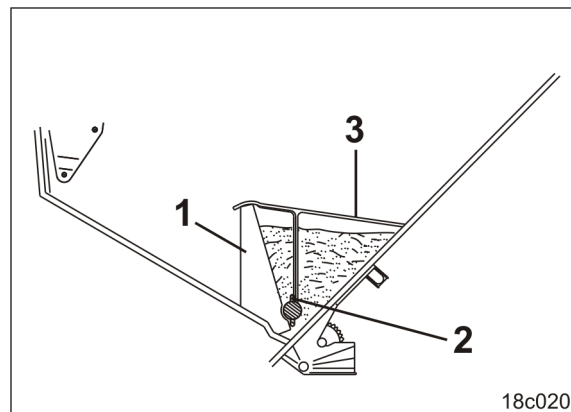
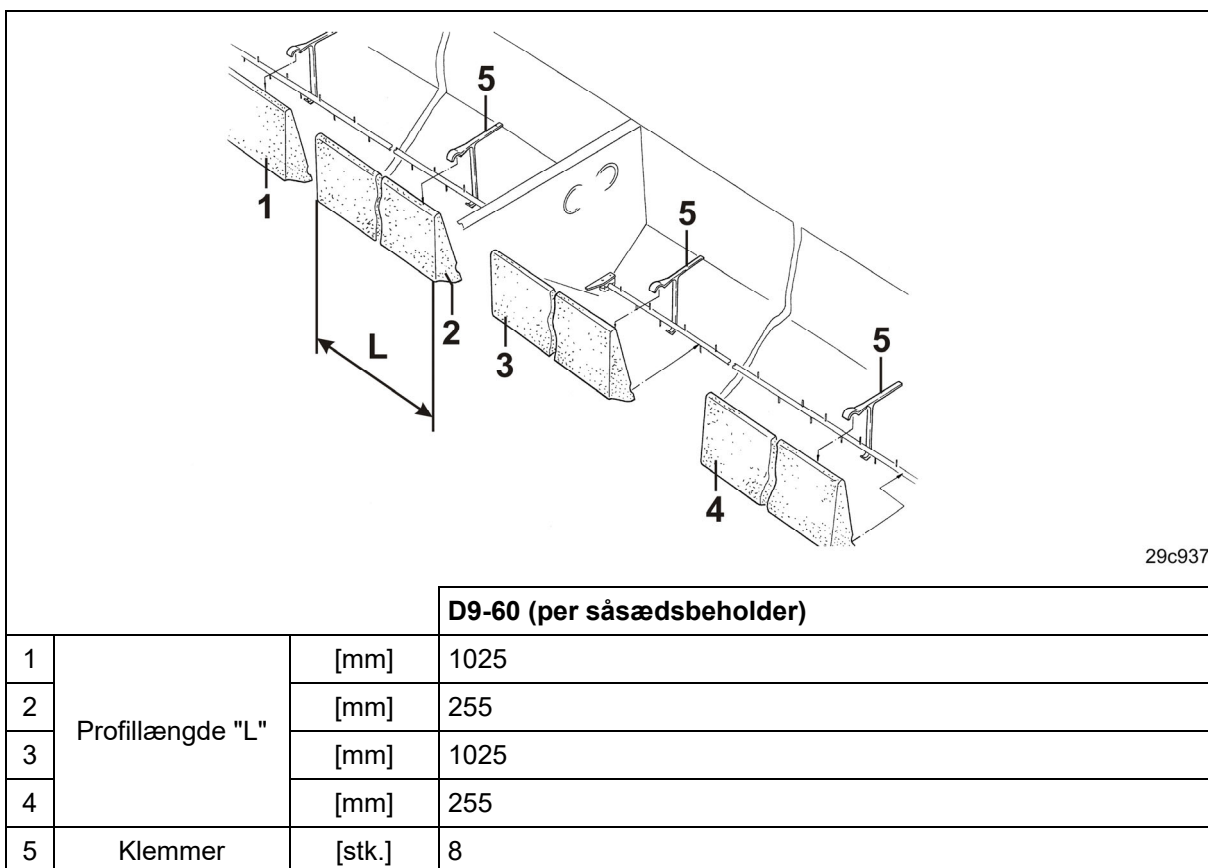

Fig. 117
Fig. 118
2. Indstil omrørerstifterne (Fig. 117/2) til lodret.
3. Monter rapsindsatsprofilen (Fig. 117/1) med klemmer (Fig. 117/3) i såsædsbeholderen [se monteringstegningen (Fig. 118)].